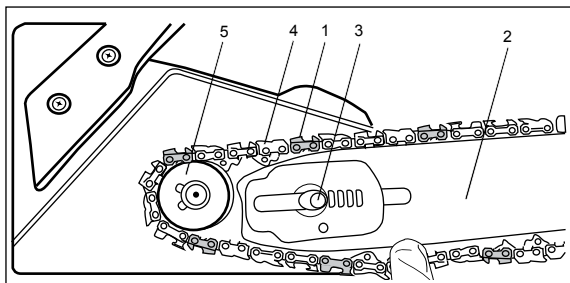

Рис. 6
4. Убедитесь, что направление звеньев пильной цепи совпадает с маркировкой на корпусе пилы 1. Установите шину 2 на крепежный болт 3 и цепь 4 на звездочку 5 (рис. 6).